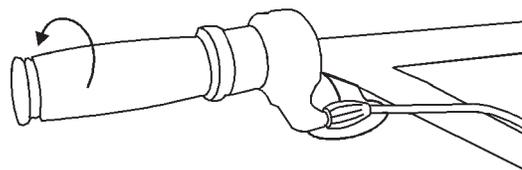

Figure 23. Papillon des gaz (Position 'Idle' - Ralenti)
2. Placez le levier de *papillon des gaz* (Figure 23) sur la position «*Idle*» (Ralenti).